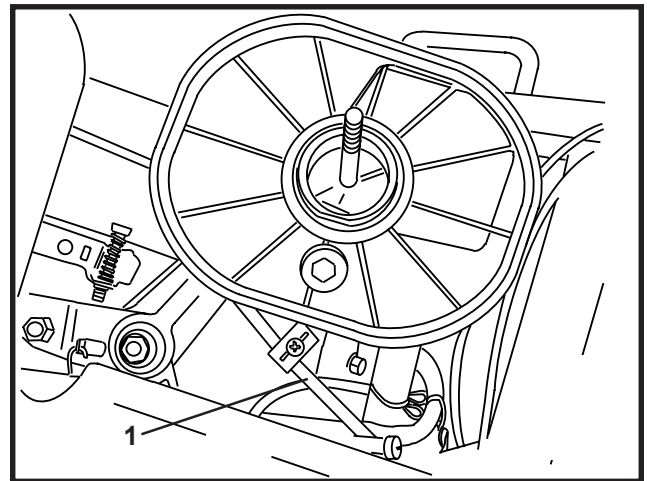

FIGURA 8
15. Fissare il cavo dell'acceleratore al motore utilizzando il doppio morsetto rimosso al punto 9. Figura 8.